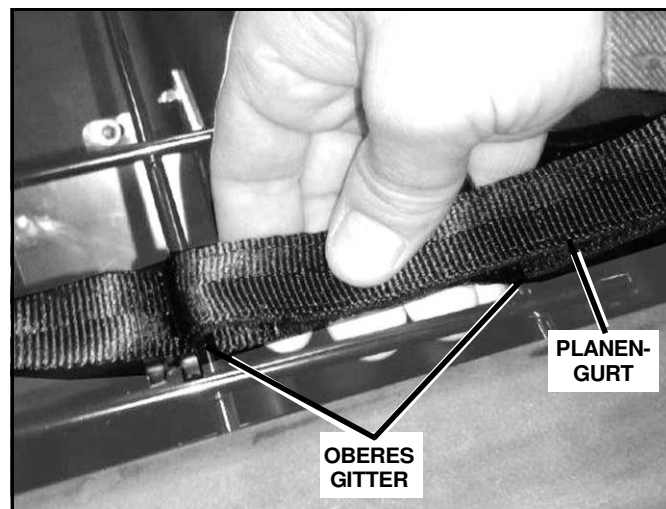

Abb. 1-4
5. Drücken Sie den Klettverschluss zusammen. (Siehe Abb. 1-4).